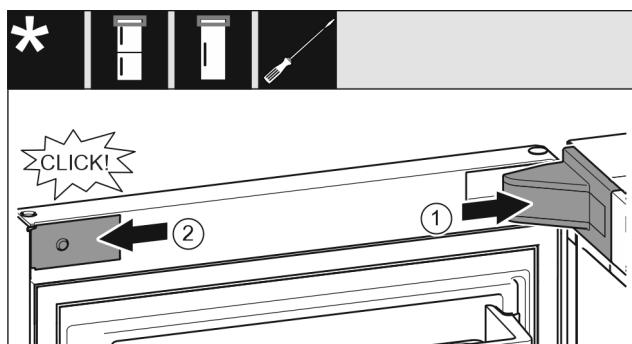

Fig. 33
- ▶ Stavite pokrov podloška ležaja i pustite ga da uskoči, po potrebi ga oprezno razdvojite. Fig. 33 (1)
- ▶ Postavite masku bočno i pustite da uskoči. Fig. 33 (2)